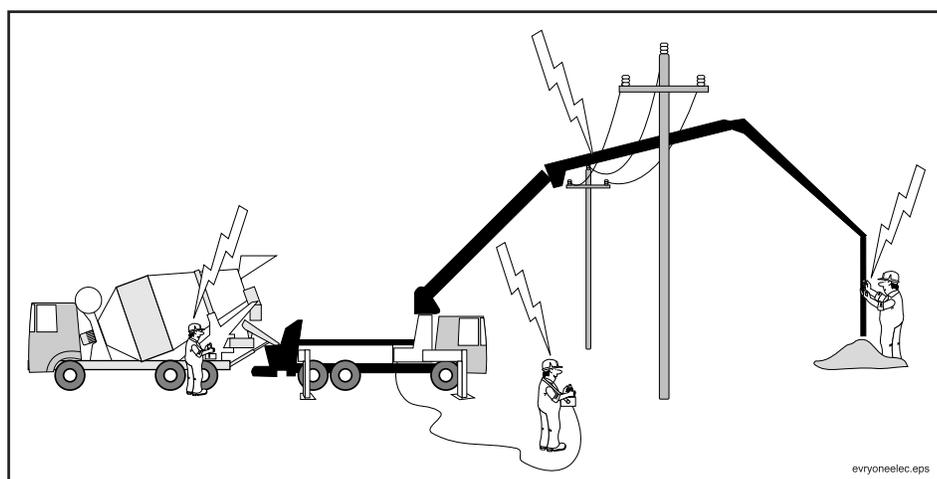

Figura 2
1.2 **⚡ ¡ADVERTENCIA! ¡PELIGRO DE ELECTROCUCIÓN!** Si se energiza la bomba, la electricidad viajará a través del concreto que entra en la tolva y energizará el camión mezclador. Si está tocando el camión o la bomba, se podría electrocutar. Controle los movimientos de la pluma y alerte al operador si la pluma se mueve a menos de 20 pies de distancia de cualquier cable eléctrico (y a una distancia de 50 pies cuando la tensión excede 350kv). (Consulte la Figura 2).